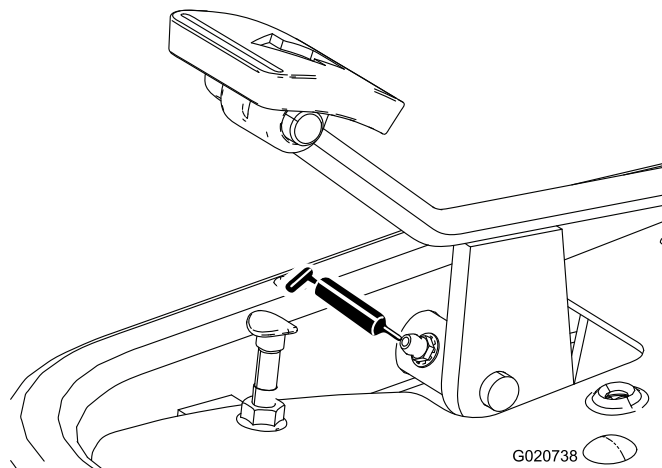

Figura 41
- Pedal de tracção (Figura 41)